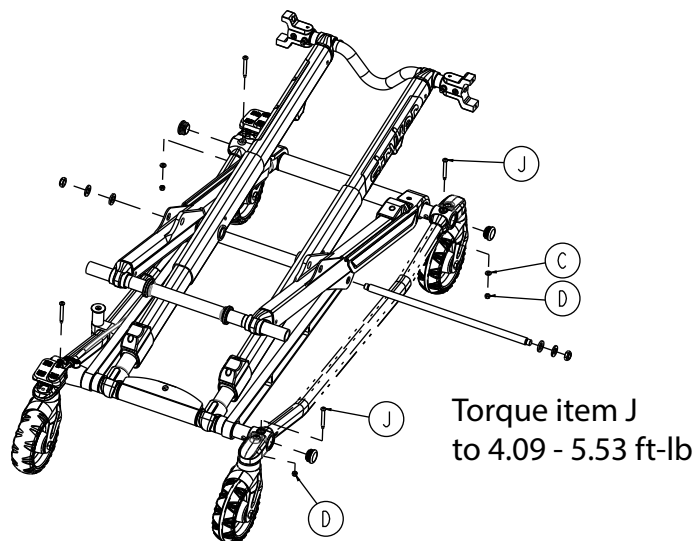

Figure 69 – Retirer l'ensemble de tube de la base
8. À l'aide d'une clé Torx T27 et d'une clé mixte de 3/8 po, retirer les deux boulons de montage de la roulette (J), les rondelles (C), et les écrous en Fiberlock (D) qui fixent le tube de la base à la civière (Figure 69). Conserver toutes les pièces.